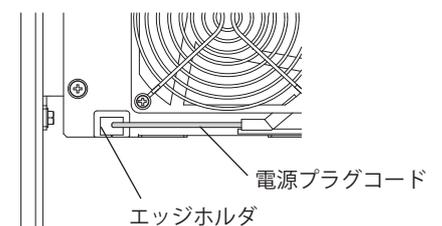

図2
3. 電源プラグコードをエッジホルダに差込んでください。(図2)